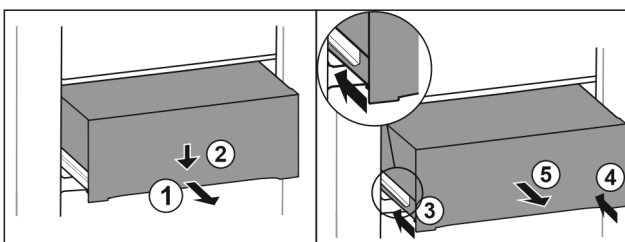

Fig. 171
- Tirer le tiroir jusqu'à mi-chemin. Fig. 171 (1)
- Appuyer sur l'avant du tiroir vers le bas. Fig. 171 (2)
- Insérer le rail gauche d'env. 2 cm. Fig. 171 (3)
- Insérer le rail droit d'env. 2 cm. Fig. 171 (4)
- Retirer le tiroir par l'avant. Fig. 171 (5)